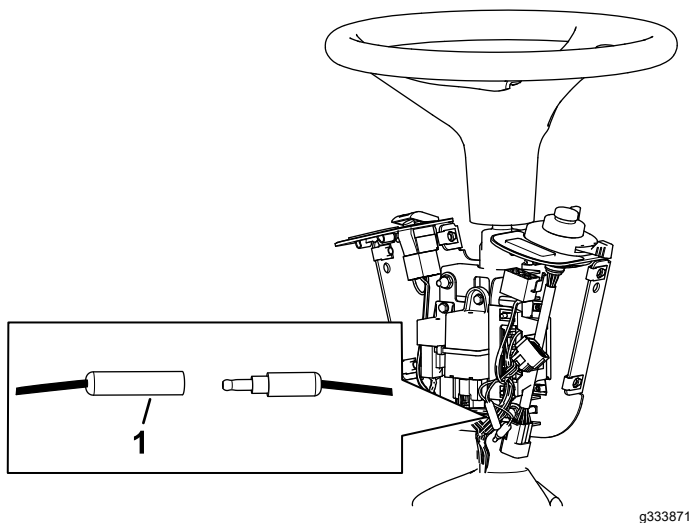

Figura 10
11. Deje desconectados los conectores bala, como se muestra en la Figura 10.